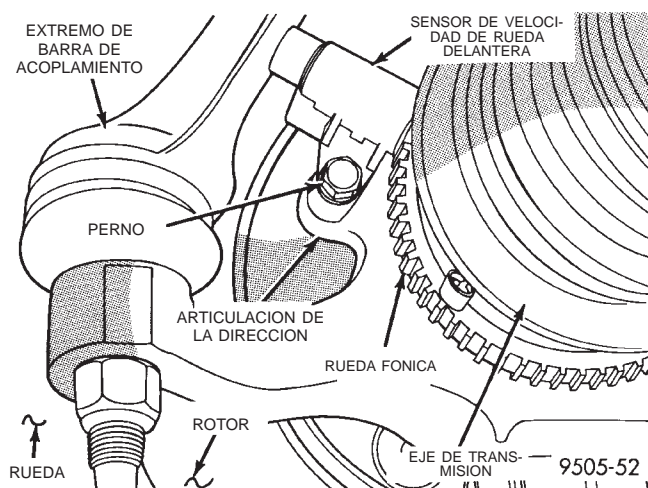

Fig. 37 Perno de instalación del sensor de velocidad de rueda delantera
(4) Retire el perno de instalación de la cabeza del sensor de velocidad de rueda a la articulación de la dirección (Fig. 37).
(3) Instale el tornillo de instalación del sensor de velocidad de rueda en la articulación de la dirección (Fig. 37). Apriete el tornillo de instalación con una torsión de 7 N·m (60 libras pulgada).
(4) Instale el conjunto de rueda y neumático en el vehículo.
(5) Realice una prueba de carretera del vehículo para asegurar el funcionamiento correcto de los sistemas de freno básico y ABS.